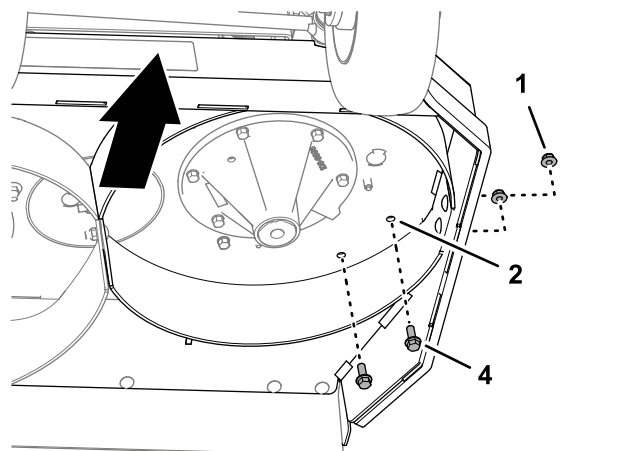

Figura 10
4. Instale 2 tornillos con arandela prensada ($\frac{3}{8}$ " x 1") en los taladros de 10 mm de la carcasa de corte (Figura 10) y sujete los tornillos con las 2 contratuercas con arandela prensada ($\frac{3}{8}$ ") que retiró en el paso 3.